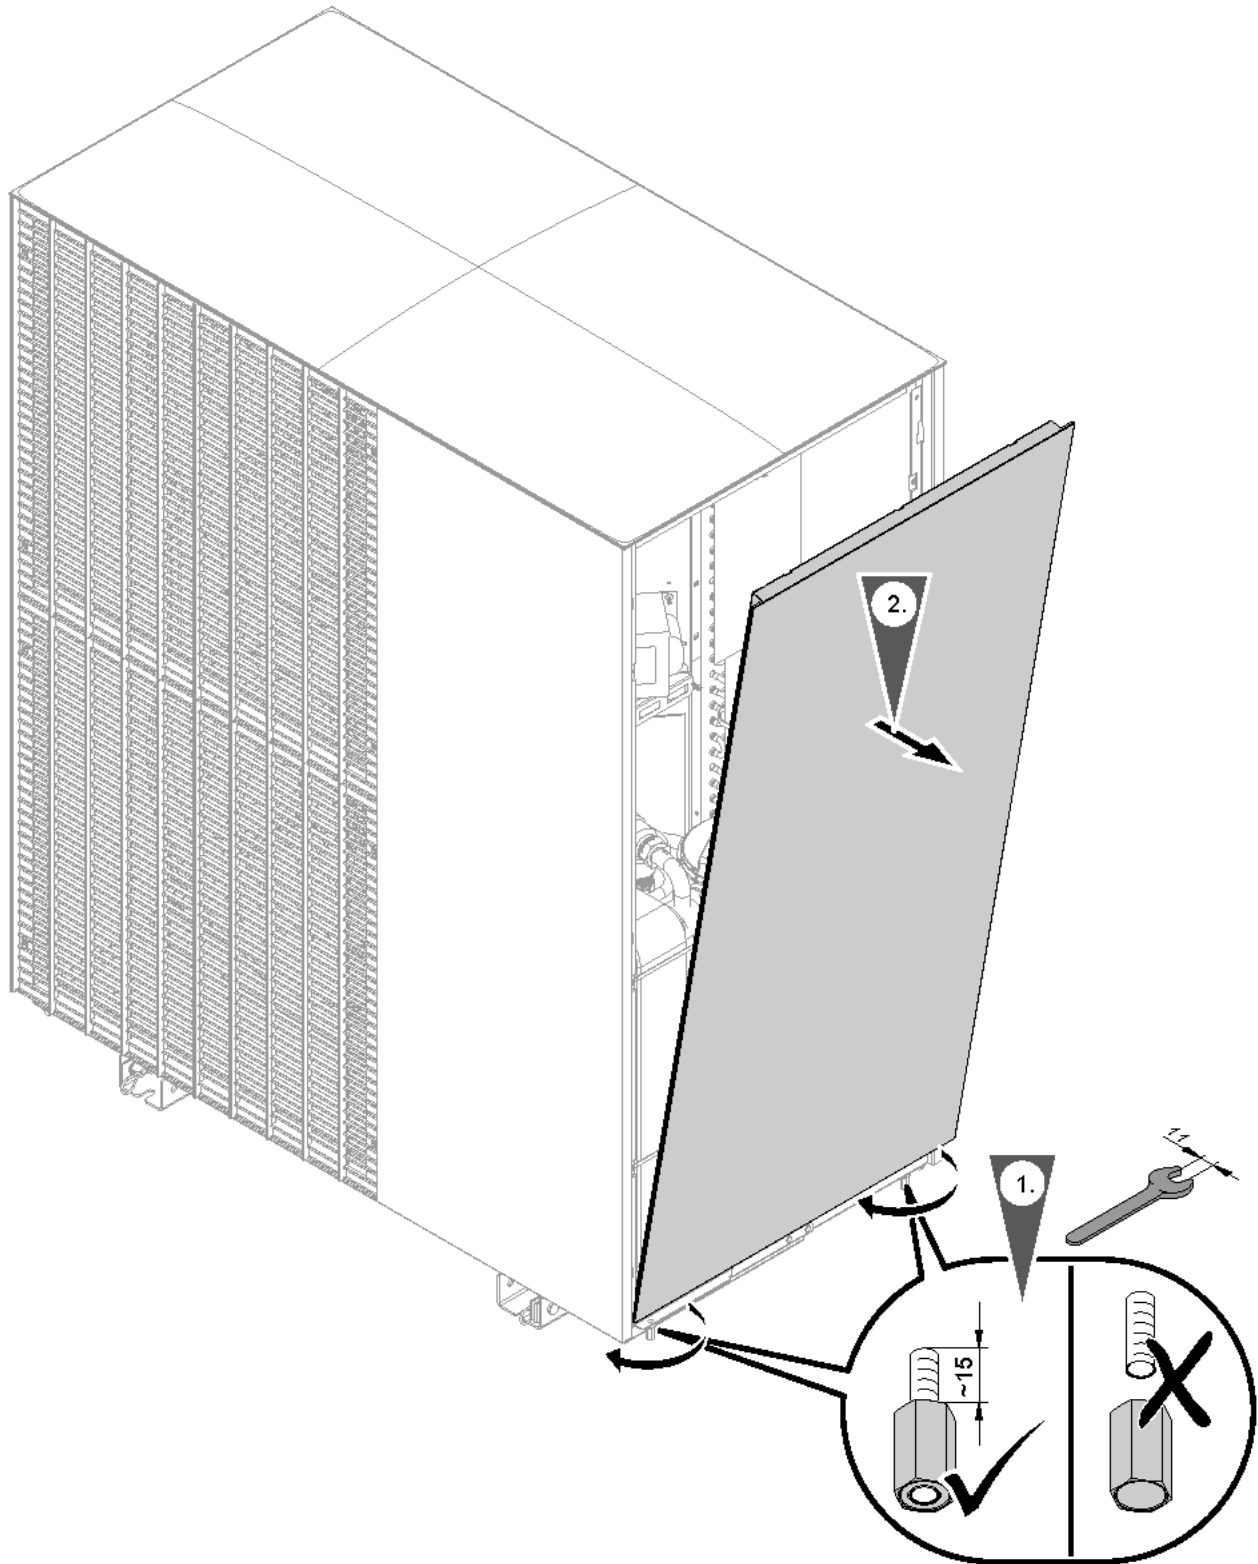

Abb. 94
1. Seitenverkleidung rechts abbauen: Siehe Abb. 94.
- 3. Seitenverkleidung rechts abbauen: Siehe Abb. 94.